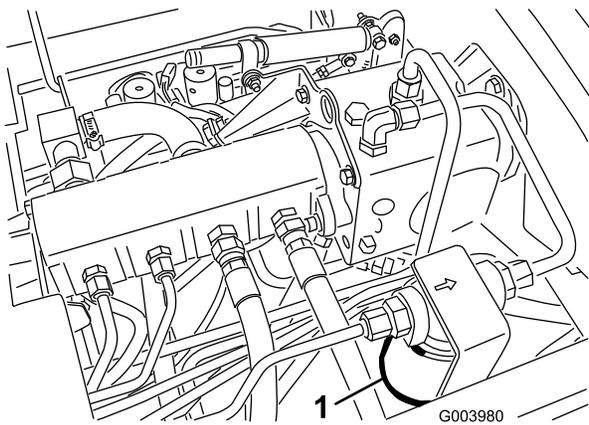
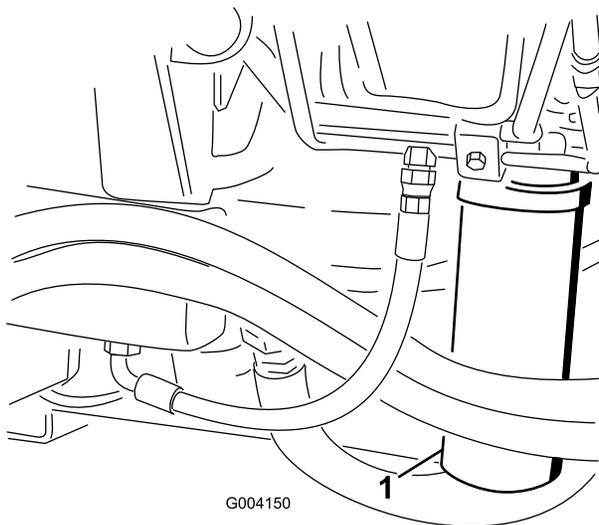

Рисунок 69
Рисунок 70
2. Очистите область вокруг места крепления фильтра и установите сливной поддон под фильтр (Рисунок 69) и (Рисунок 70).